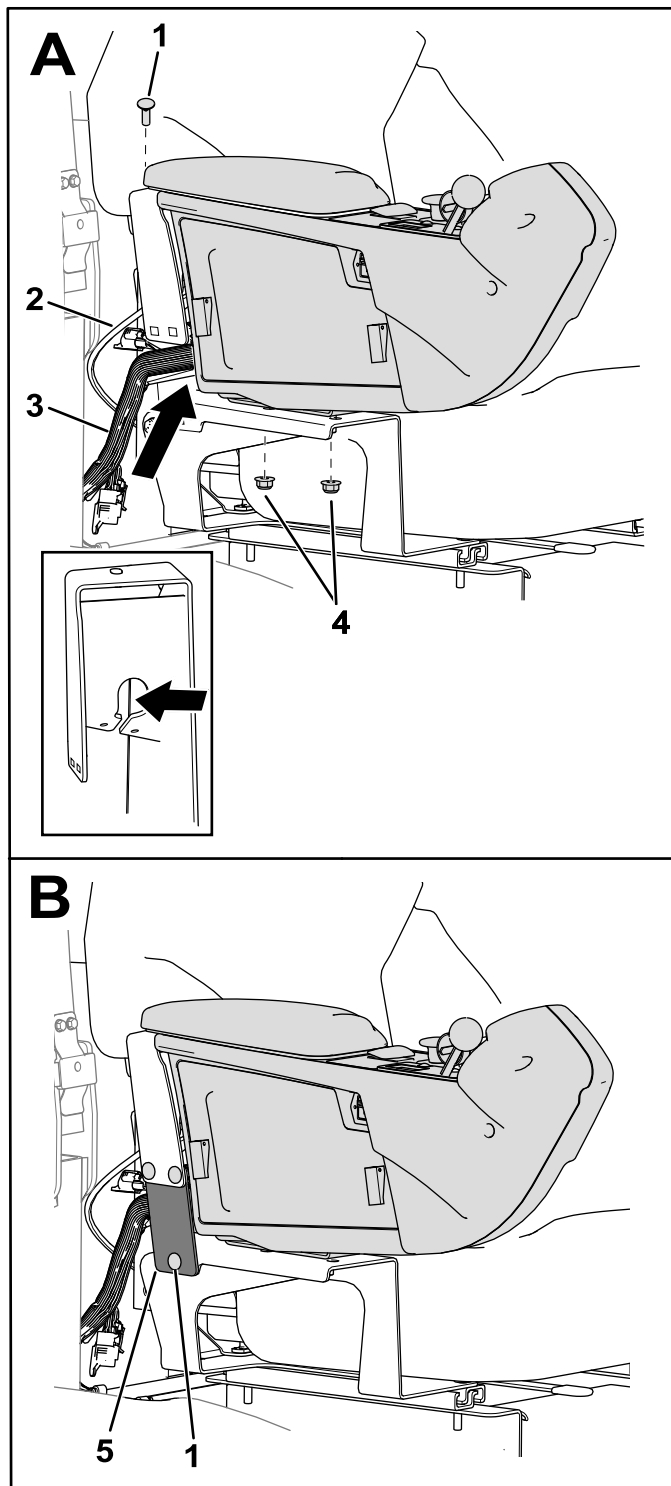

図 11
2. シートブラケットにコンソールをセットする A 図 11。
モデル 31900, 31901, 31907, 31909 ではスロットルケーブルをワイヤハーネスの上のシートブラケットのすきまに入れること挿入 A 図 11。
2)で外したものとキャリッジボルトとナットを使用するA 図 11。
4. プレートをシートブラケットに固定するキャリッジボルト3本とナット3個を使用するB 図 11。